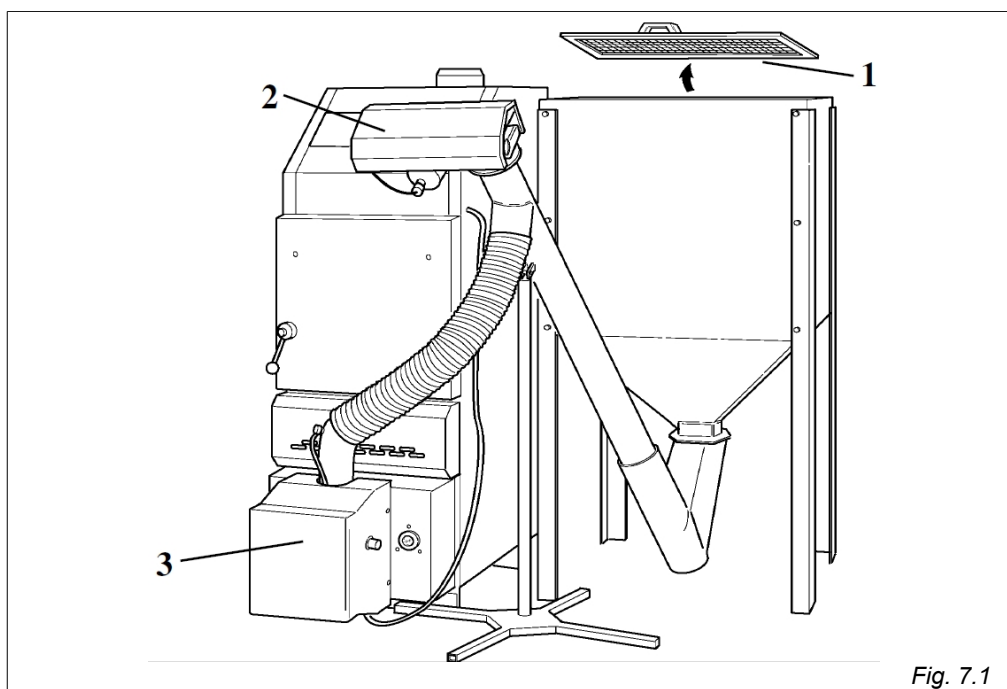

Fig. 7.1
- A) **Protección de carga de pellet** (pos.1 fig.7.1). Sirve para evitar la entrada de cuerpos grandes en el interior que pudieran dañar el tornillo sin fin.
- B) **Protección del motoreductor** (pos.2 fig.7.1).
- C) **Protección quemador de pellet** (pos.3 fig.7.1).
- A) **Protection chargement pellet** (pos.1. Fig.7.1)
- B) **Protection du motoréducteur** (pos.2 fig.7.1).
- C) **Protection brûleur pellet** (pos.3 fig.7.1).